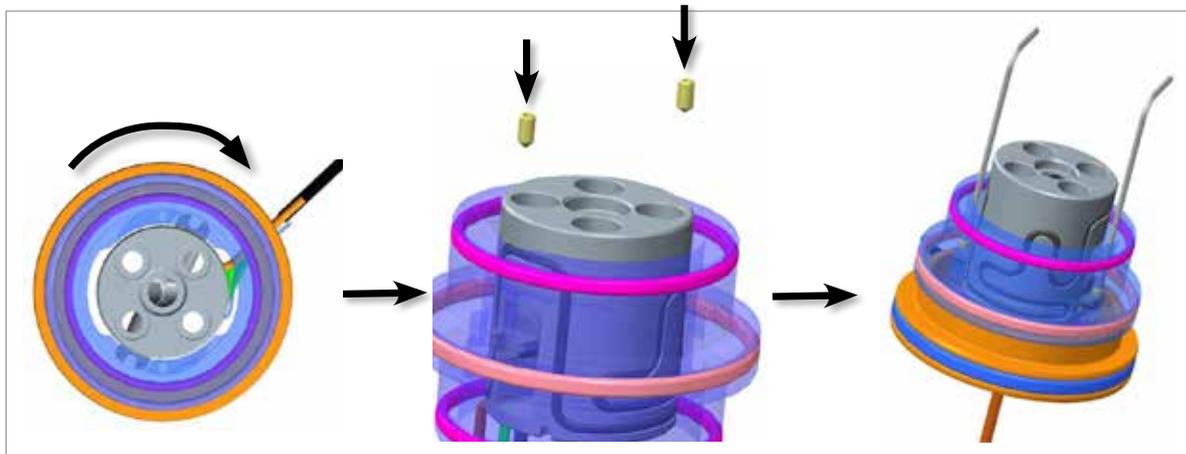

Figura 11-14 Blocco del gruppo pistone e del supporto del perno della valvola
11. Ruotare il gruppo pistone in modo da allineare il foro della sua vite con il supporto del perno della valvola. Utilizzare una chiave a brugola per bloccare il gruppo pistone e il supporto del perno della valvola con viti di fermo. Vedere la Figura 11-14.